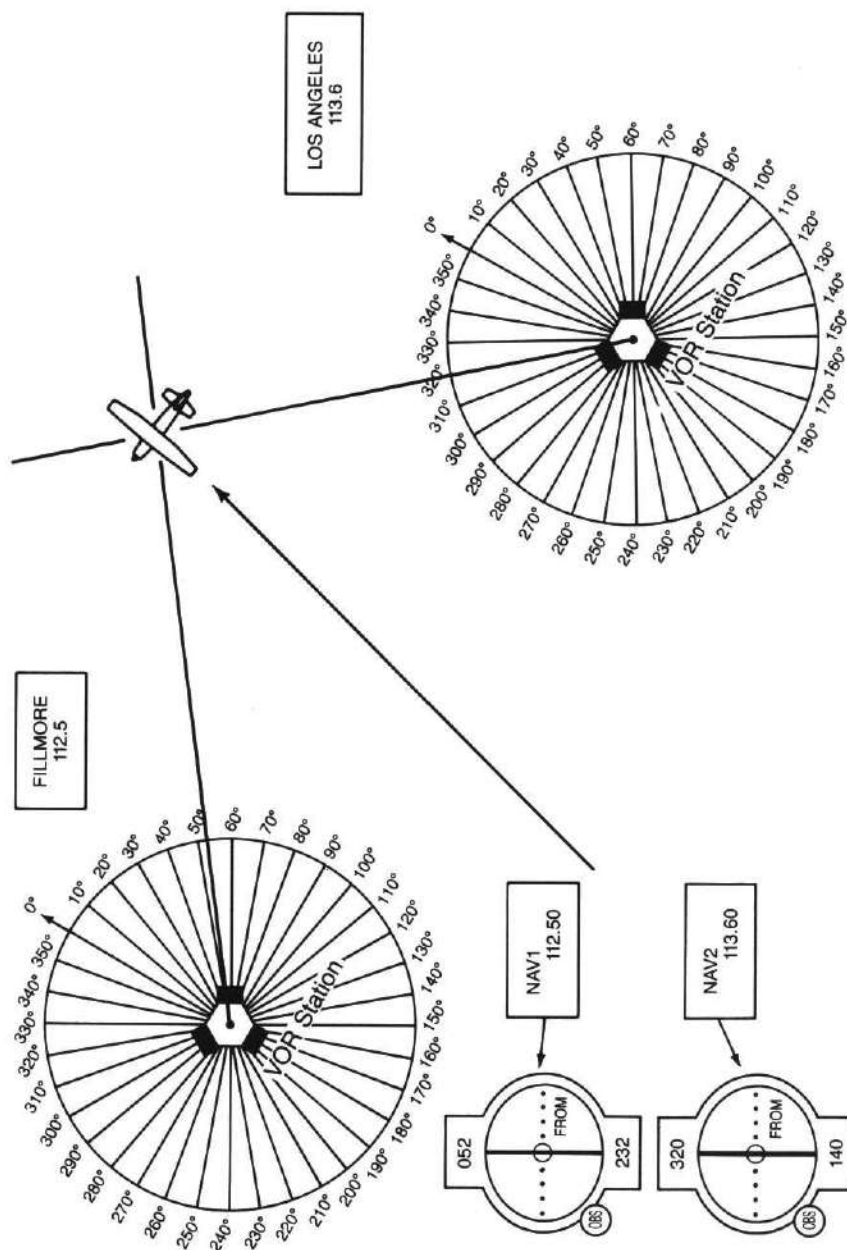

Abb. 18: Positionsbestimmung
3. Zeichnen Sie nun zwei Funkstandlinien, ausgehend von den beiden Funkfeuern, in Ihre Karte ein. Der Schnittpunkt beider Linien ergibt den Standort der Maschine (siehe Abb. 18).